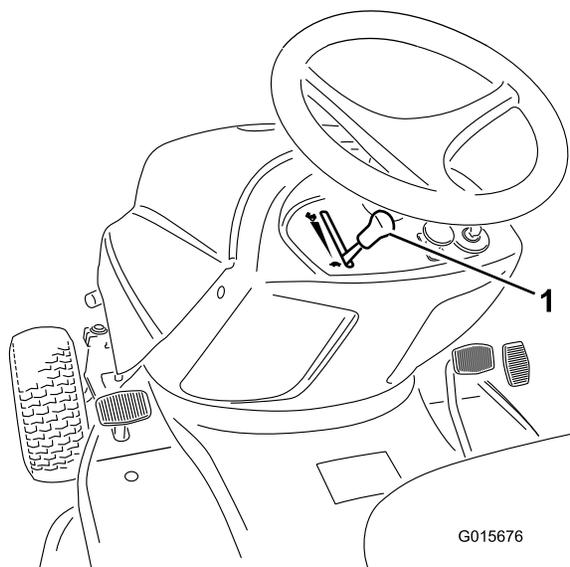

Figura 11
- Para arrancar un motor frío, coloque la palanca de control del acelerador en la posición de Estárter (arriba del todo) (Figura 11).
- Mueva la palanca de control del acelerador a Lento (tortuga) (Figura 11).